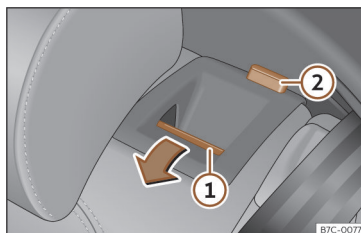

Fig. 108 Banco traseiro: rebater o encosto.
- Pressione o botão de desbloqueio »»» **Fig. 108** ① para a frente e, ao mesmo tempo, rebata o encosto. O encosto traseiro está desbloqueado quando se vê uma marca vermelha no botão ②.
O encosto traseiro está desbloqueado quando se vê uma marca vermelha no botão »» **Fig. 108** ②.